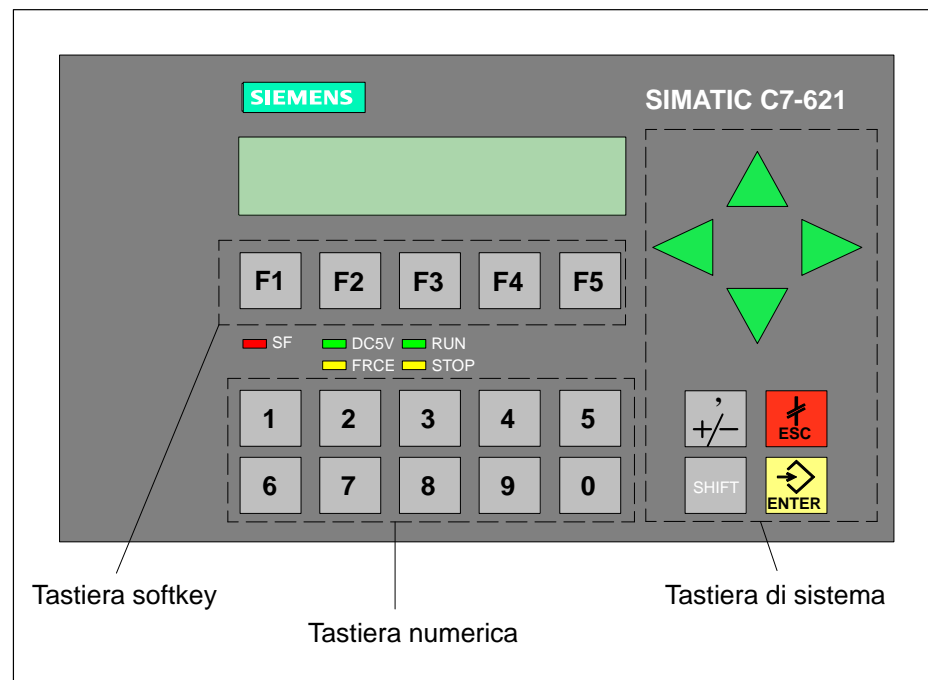

Figura 7-1 C7-621 con tastiera e display
La tastiera del C7 è costituita da tre blocchi funzionali (vedere figura 7-1):
**Tastiera di sistema** La figura 7-1 mostra il blocco della tastiera con i tasti di sistema. Le funzioni dei singoli tasti sono descritte nella tabella 7-1.